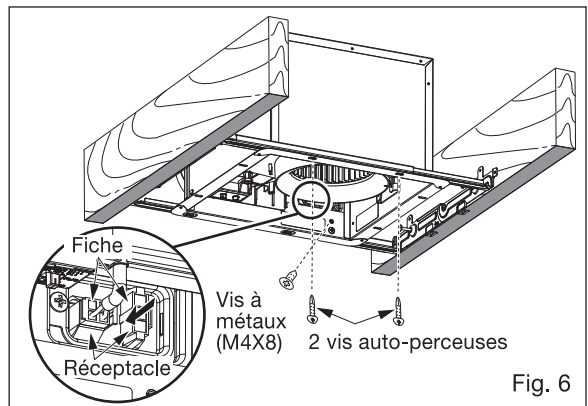

Fig. 6
1. Débranchez la fiche du réceptacle (Fig. 6) et retirez l'adaptateur du boîtier du ventilateur en retirant la vis à métaux (M4X8) avant l'installation. (Fig. 1)
8. Insérez le boîtier du ventilateur et faites-le glisser dans l'adaptateur avec une certaine force, jusqu'à ce que la bride recouvre le support Flex-Z Fast™. Fixez le boîtier du ventilateur au support Flex-Z Fast™ à l'aide de 2 vis auto-perceuses, branchez la fiche au réceptacle et fixez le boîtier du ventilateur à l'adaptateur à l'aide de vis à métaux (M4X8). (Fig. 6)